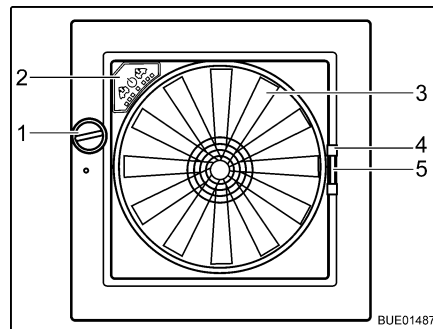

Bild 85 Taklucka Omni-Vent
- Öppna:** ■ Vrid på vredet (Bild 85,1) tills önskad öppningsvinkel har nåtts.
- Stänga:** ■ Vrid på vredet (Bild 85,1) tills takluckan är helt stängd.
- Stänga:** ■ Dra insektsskyddet i handtaget (Bild 85,4) till motstående ramsida.
- Stänga:** ■ Tryck ihop mörkläggningsgardinens handtag (Bild 85,5).
Fläkt När takluckan är öppen kan kupén ventileras och vädras med fläkten (Bild 85,3) i 6 nivåer. Fläkten regleras via reglagen (Bild 85,2).